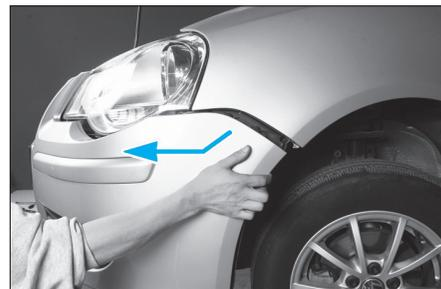

Fig. 8
- A l'aide d'un second opérateur, dégraffer le bouclier avant à mi-course comme illustré (Fig.8).